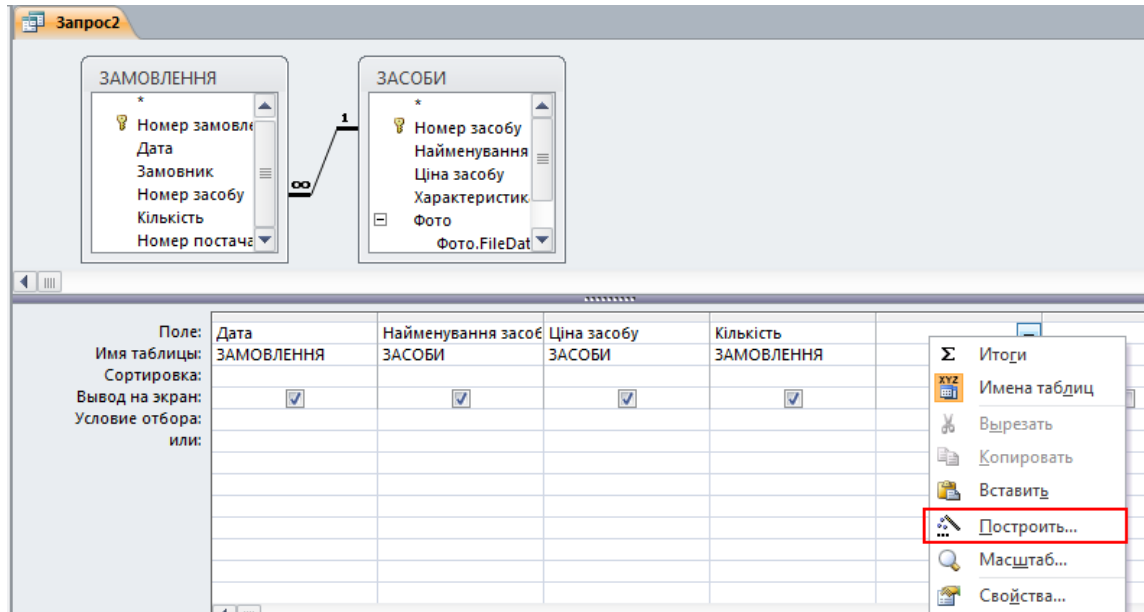

Рис. 4.23 – Вставка поля, що обчислюється у бланк Конструктора
4. Встановити курсор у першу вільну комірку рядка **Поле** та натисніть на кнопку  **Побудувач** (вкладка **Конструктор**, група **Налаштування запитів**) або вибрати команду  **Побудувати...** з контекстного меню комірки (рис. 4.23).